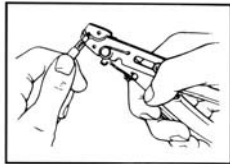

Figure 16
E. Entfernen Sie die Isolierung an der Markierung mit einer einfachen Abisolierzange (Abb. 16).